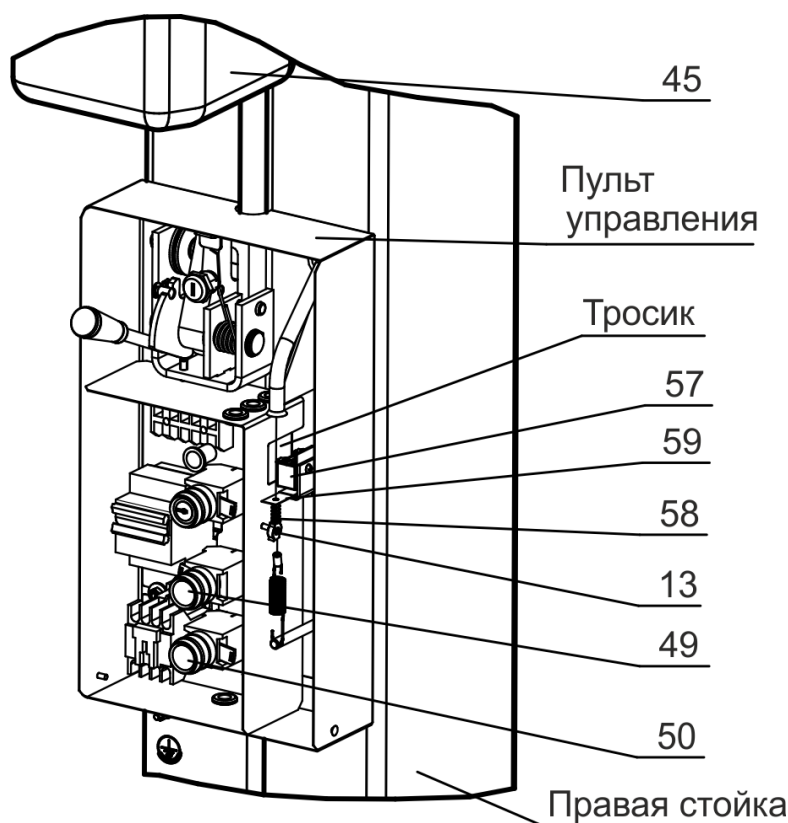

Рисунок 6.7 – Система автоматического отключения насосной станции при достижении каретки крайнего верхнего положения
6.12.1 Система автоматического отключения привода насосной станции 45 при достижении нижней части каретки 63 крайнего верхнего положения (1745 мм от основания стойки) установлена и отрегулирована на предприятии-изготовителе (рисунок 6.7).
6.12.2 Установить на перекладину 3 кронштейны 15 и 16 с помощью болтов М8х25, шайб d8, шайб d8 пружинных и гаек М8. Для установки кронштейна 15 временно снять крышку (рисунок 6.7). Ограничительную трубку 47 продеть через кронштейн 15 (при этом флажок микровыключателя должен быть над ограничительной трубкой) (рисунок 6.7 вид Б). Другой конец ограничительной трубки закрепить с помощью болта М8х25 и контргайки М8, выдержав зазор 3...5мм между контргайкой и кронштейном 16 (рисунок 6.7 вид А). Короткий кабель, выходящий из кронштейна 15 соединить с длинным кабелем, идущим в пульт управления. Кабель с помощью пластиковых хомутов закрепить к рукаву так, чтобы кабель не касался системы тросов.